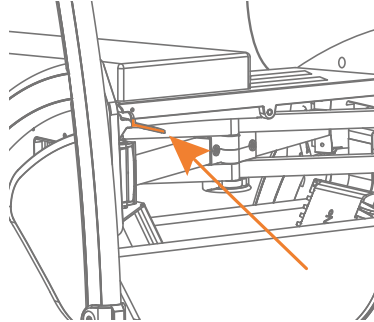
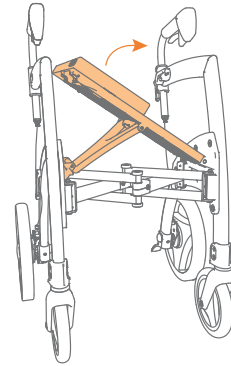

Abbildung 18: Drücken Sie den roten Hebel, während Sie den Sitz anheben.
Abbildung 19: Heben Sie den Sitz teilweise an.
- Drücken Sie den roten Entriegelungshebel unter den Sitz (Abbildung 18) und heben Sie den Sitz teilweise an (Abbildung 19).